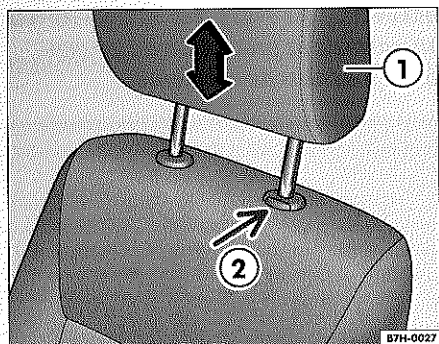

Fig. 50 Ajuste de la altura de los apoyacabezas
- Agarre el apoyacabezas por los laterales ⇒ fig. 50 (1).
- Pulse y mantenga pulsada la tecla (2).